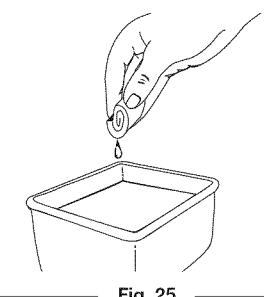

Fig. 25
3. Lave el filtro con agua y detergente (Fig. 25). Enjuague bien el filtro y déjelo secar.
7. Vuelva a instalar la cubierta del filtro de aire. Coloque los ganchos del lado derecho de la cubierta del filtro de aire en las ranuras del lado derecho de la placa posterior (Figs. 25 y 29).